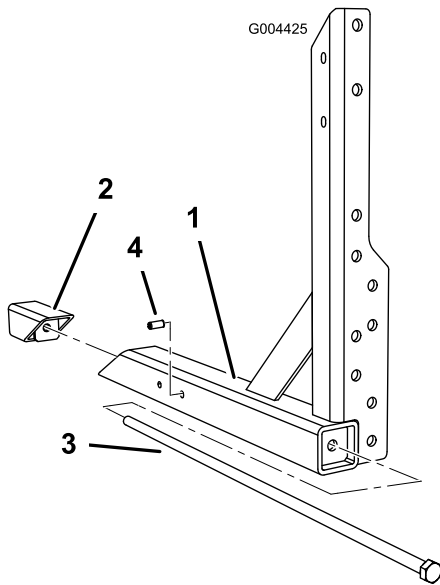

Figure 6
1. Insérez le boulon de cadre dans le montant et dans le coin du cadre (Figure 6).